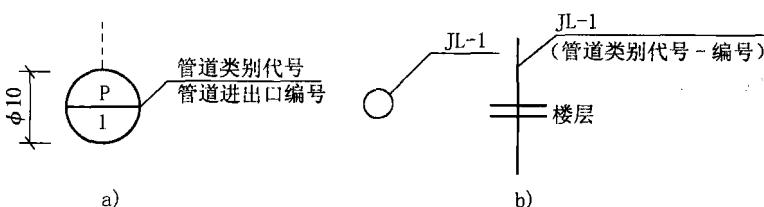

图 1-7 管道编号表示法
(1) 当建筑物的给水排水进出口数量多于一个时,宜用阿拉伯数字编号,如图 1-7 a 所示。
(2) 建筑物内穿过一层及多于一层楼层的立管,其数量多于一个时,宜用阿拉伯数字编号如图 1-7 b 所示,JL 为管道类别和立管代号。
(3) 给水排水附属构筑物(阀门井、检查井、水表井、化粪池等)多于一个时应编号。给水阀门井的编号顺序,应从水源到用户,从干管到支管再到用户。排水检查井的编号顺序,应从上游到下游,先支管后干管。